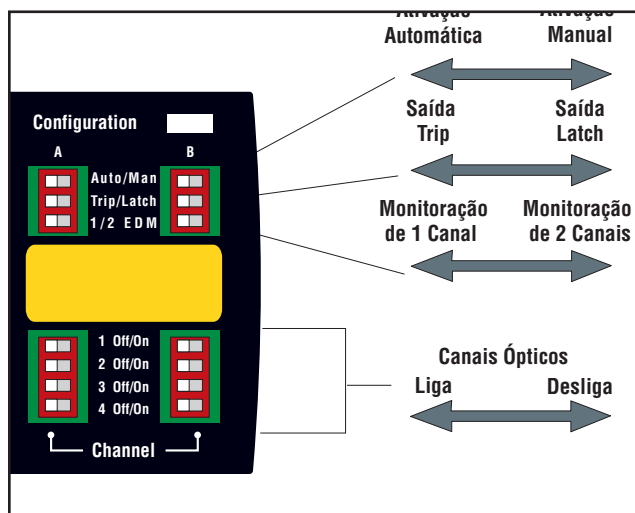

Figura 4-2. Chaves de configuração do controle PICO-GUARD
Acionamento Automático/Manual é selecionado em duas chaves DIP como mostra a Figura 4-2. Se as chaves forem ajustadas para Acionamento Automático, o sistema automaticamente executará um reset do sistema na ligação, após os testes internos do sistema serem completados. Se as chaves forem ajustadas para Acionamento Manual, o sistema exigirá um reset manual, piscando duas vezes o Indicador de Reset do Sistema (veja Figura 4.3).
Saída Trip ou Latch é selecionada em duas chaves DIP, como mostra a Figura 4-2. Se as chaves estão selecionadas para Saída Trip (T), o sistema ligará as saídas de OSSD automaticamente quando todos os canais ópticos ativos (ON) estiverem fechados (luz recebida). Se as chaves estão selecionadas para Saída Latch (L), o sistema exigirá um reset manual quando todos os canais ópticos ativos (ON) estiverem fechados (luz recebida). O sistema indica que está pronto para o reset de latch ao piscar uma vez o Indicador de Reset do Sistema (veja Figura 4-3).
Opções de EDM são selecionadas via duas chaves DIP como mostra a Figura 4-2. Para Monitoração de 1 canal, ajuste ambas as chaves DIP EDM para 1. Para Monitoração de 2 canais ou Não Monitoração ajuste ambas as chaves DIP EDM para 2. Veja seção 3.9.3 para maiores informações
Canais Ópticos são habilitados via quatro pares de chaves DIP como mostra a Figura 4.2. Cada canal óptico é habilitado ao ajustar seu par de chaves em ON, ou desabilitado ao ajustá-lo em OFF. Pelo menos um canal óptico deve estar ligado (ON) o tempo todo ou uma condição de falha ocorrerá.